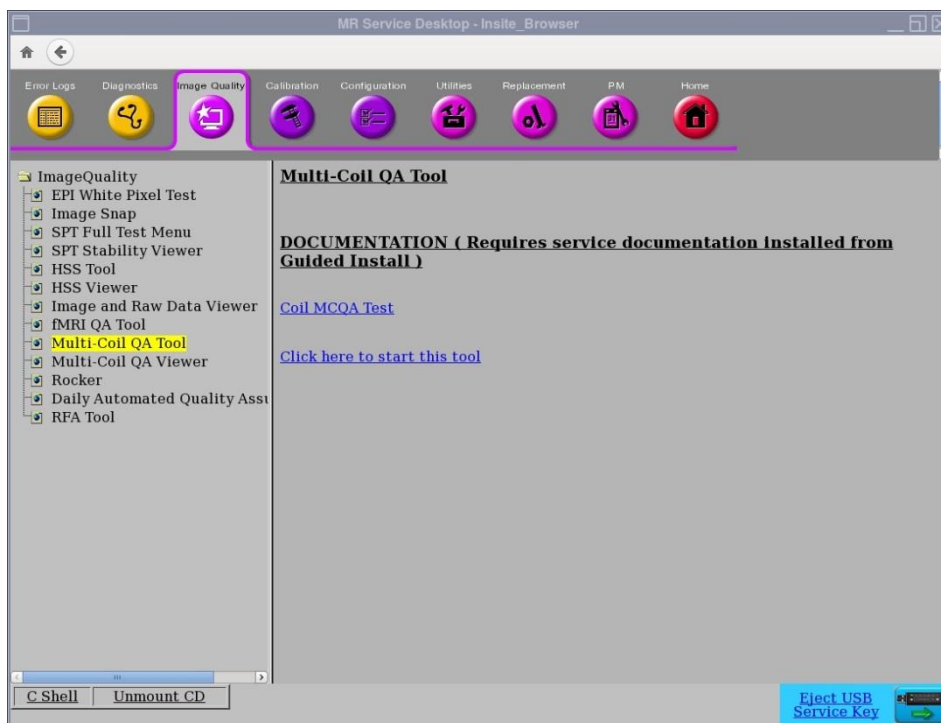

Fig. 1
1. De pe Common Service Desktop (CSD) (Desktop servicii comune), mergeți la Service Browser (Browser de service) și selectați [Image Quality] (Calitatea imaginii) „Multi-Coil QA Tool” (Instrument de control al calității pentru bobine multiple) și apoi „Click here to start this tool” (Faceți clic aici pentru a porni acest instrument) ca în Fig. 1.